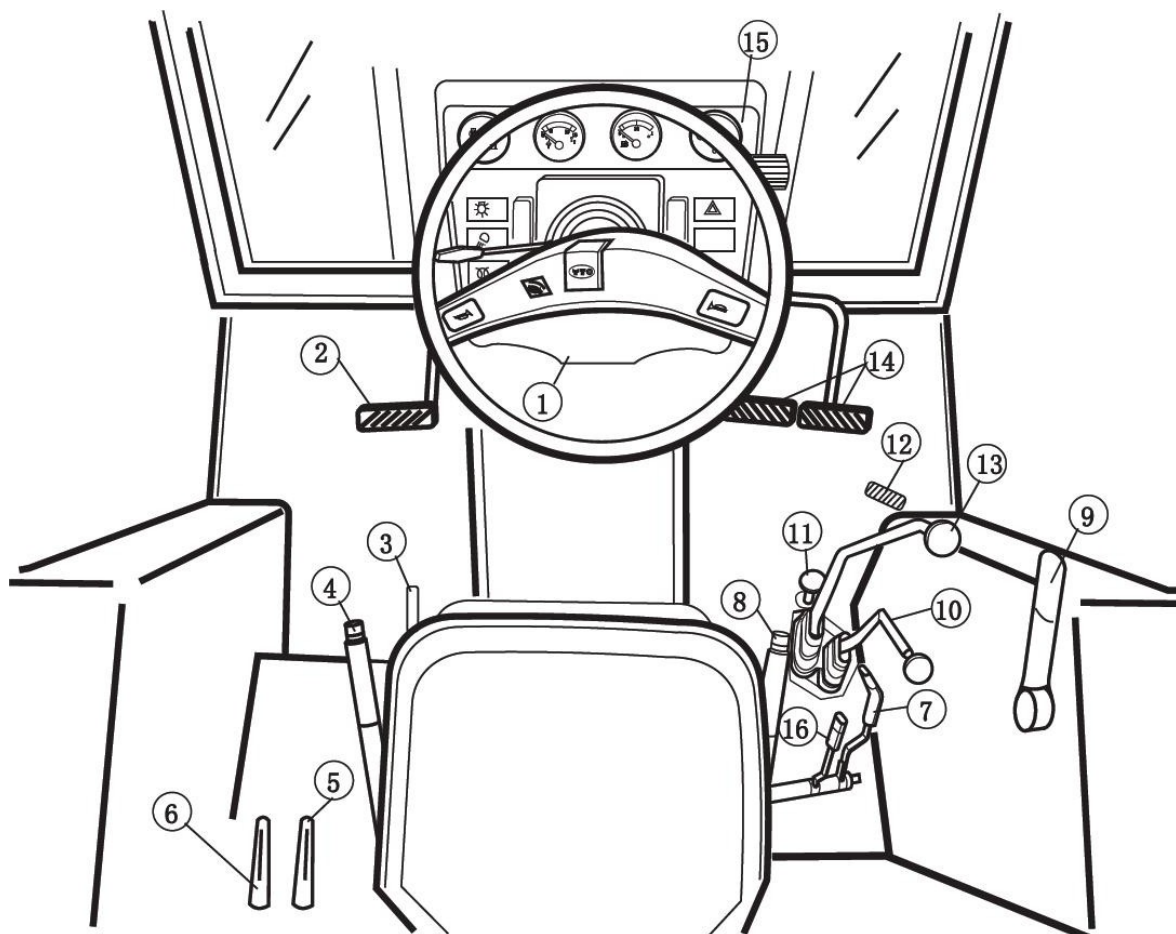

Figura 4-1 Alavancas de controle, pedais e botões
Conforme ilustrado na figura 4-1
- (1) Antes de ligar o motor, confirme se o motor está instalado corretamente e a operação do acelerador é suave, adicione líquido de arrefecimento suficiente conforme necessário, verifique se o nível de óleo do motor está correto, se as conexões dos tubos de alimentação estão apertadas e se há algum vazamento.
- (3) Coloque a alavanca da transmissão principal (13), a alavanca do freio de estacionamento (8), a alavanca da TDP (5) e a alavanca de acionamento do eixo dianteiro (6) na posição neutra e coloque a alavanca do levante hidráulico (7) na posição descendente (veja a figura 4-1).
- (5) Coloque a alavanca do acelerador manual (9) a meio curso (veja a figura 4-1).
Após a partida do motor, opere-o em rotação média por 5 a 10 minutos até que a temperatura do líquido de arrefecimento seja superior a 40°C e, em seguida, comece a deslocar o trator seguindo as etapas abaixo (veja a figura 4-1):